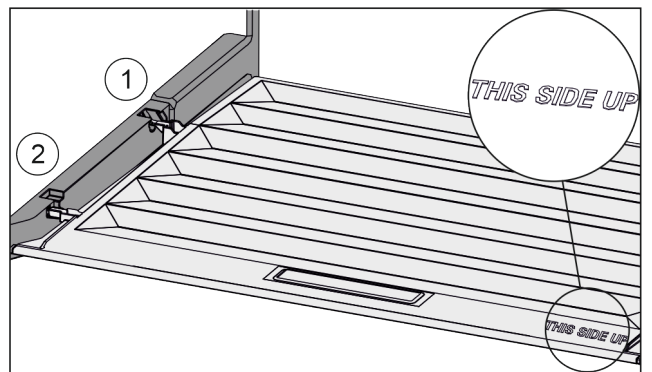

Fig. 146
- ▶ 从后部固定支架 Fig. 146 (1)开口导入桥形接片并卡入固定支架 Fig. 146 (2)的前端。